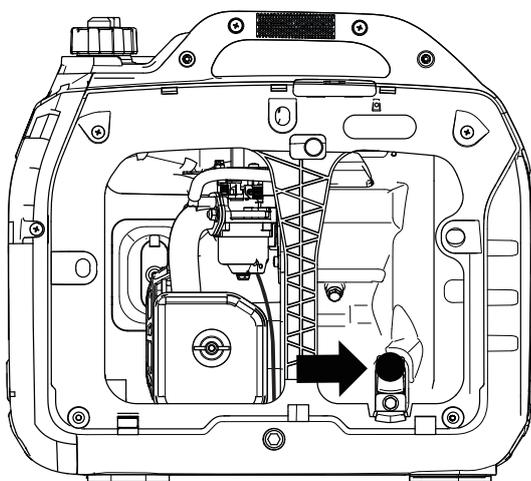

Figura 2: Filtro dell'olio/tappo di scarico
2. Pulire l'area intorno al tappo di riempimento/scarico dell'olio e rimuovere il tappo (vedere la Figura 2).